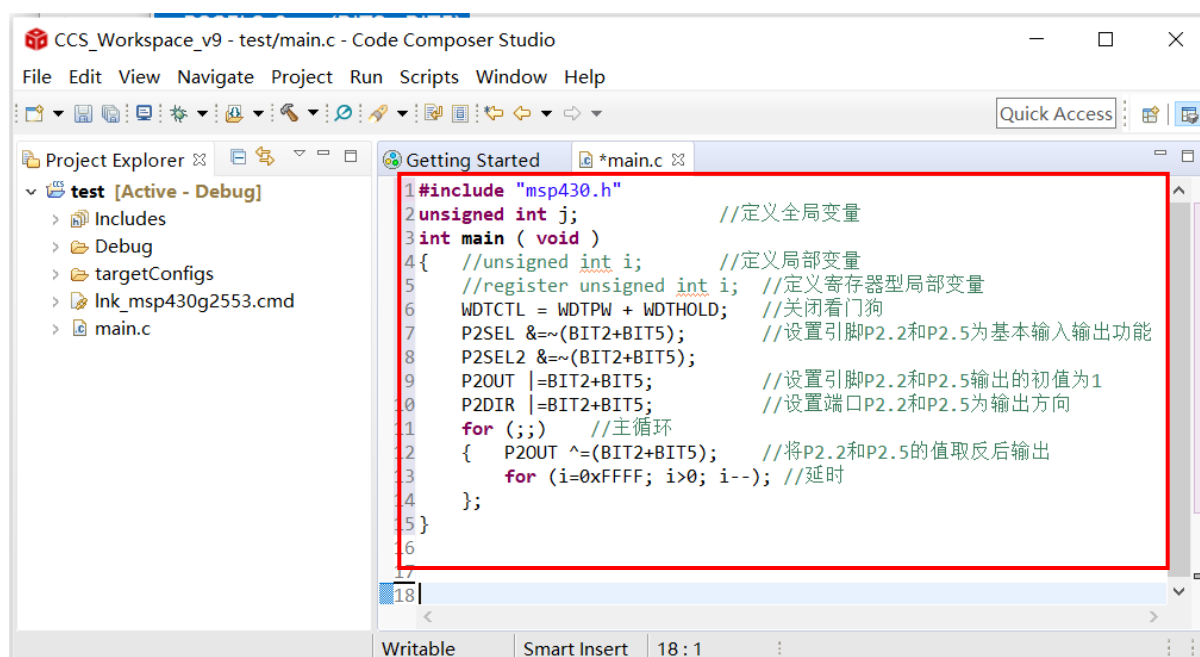

图 A-8 在模板文件基础上，编辑用户程序
**方法 1:** 可在模板文件 **main.c** 基础上编辑源文件，第一次实验时可将提供的 test\_g2553.c 内容拷贝，粘贴到 main.c 中，替代原 main.c 全部内容，如图 A-8。test\_g2553.c 提供电子版。